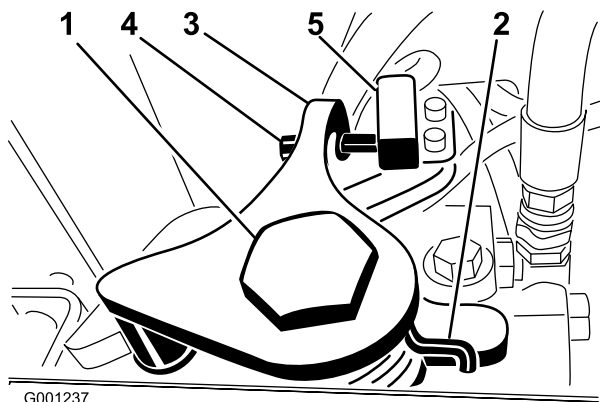

Figura 57
3. Afloje el tornillo de retención del lado opuesto de la leva de ajuste de la tracción (Figura 57).
7. Ajuste el tornillo del brazo de retorno a punto muerto (Figura 57) hasta que quede un espacio de 0,23–0,38 cm entre el extremo del tornillo y el contacto del interruptor.